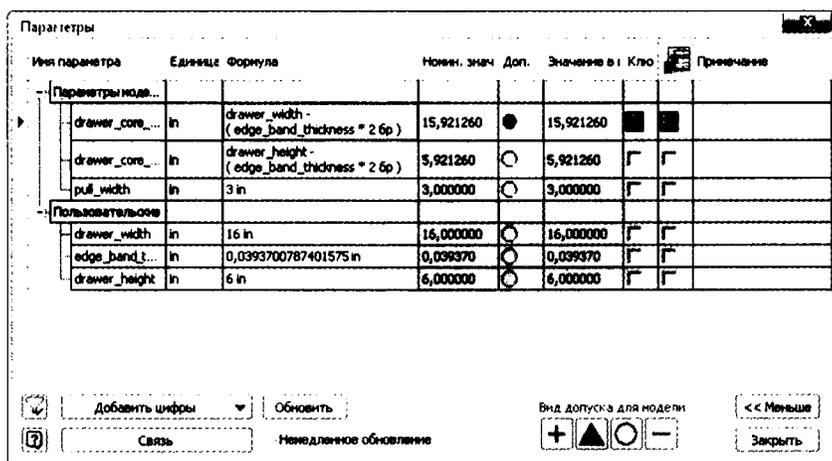

Рис. 15.23. Параметры могут быть заданы вместе, чтобы создать значение другого параметра
4. Щелкните ячейку в столбце **Формула** и введите **drawer_width-(edge_band_thickness*2 ul)**, нажмите **Enter**, чтобы обновить диалоговое окно. См. рис. 15.23.